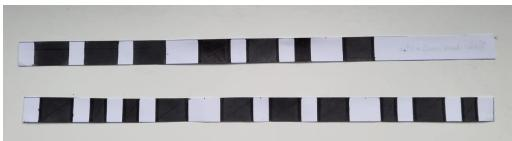

Abbildung 4. Zwei Morsecode-Streifen (Oberer: „O B T“, Unterer: „X O R“)
*1) Der Morsecode-Streifen:* Der Morsecode-Streifen, siehe Abbildung 4, besteht aus einer schwarzen und weißen Abfolge. Die kürzeren Abschnitte sind immer einen Zentimeter lang, die längeren genau zwei Zentimeter. Die kurzen schwarzen Stellen werden vom El-Mo-Apparat als Punkte, die langen als Striche in dem Morsealphabet interpretiert. Die kurzen weißen Stellen entsprechen Pausen, die zwischen den einzelnen Zeichen (Punkten und Strichen) benötigt werden, damit später ein Buchstabe ausgegeben werden kann. Ohne die langen weißen Abschnitte können die Buchstaben nicht voneinander getrennt abgelesen werden.